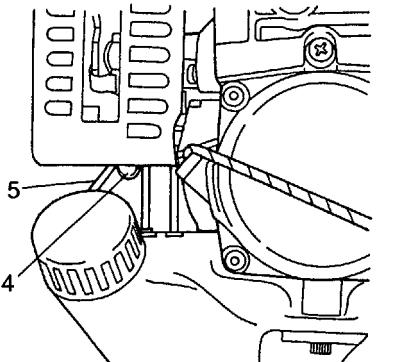
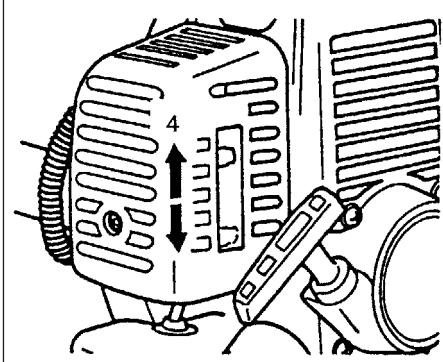

Fig. 2-2C
Fig. 2-3
\*Trykk på sugepumpeboblen (4) flere ganger slik at brennstoff flyter gjennom returledningen (5) (hvis slik utstyrts) (Fig. 2-2C)
2. Med sikkerhetshendelen (2) trykket inn, trekkes det i gasshåndtaket og låsekappen (3) dyttes inn (hvis slik utstyrts), mens først gassen slippes sakte, deretter sikkerhetshendelen. Dette løser gassen i startposisjon.
3. Sett chokehendelen til CLOSED (lukket) posisjon (4) (Fig. 2-3)